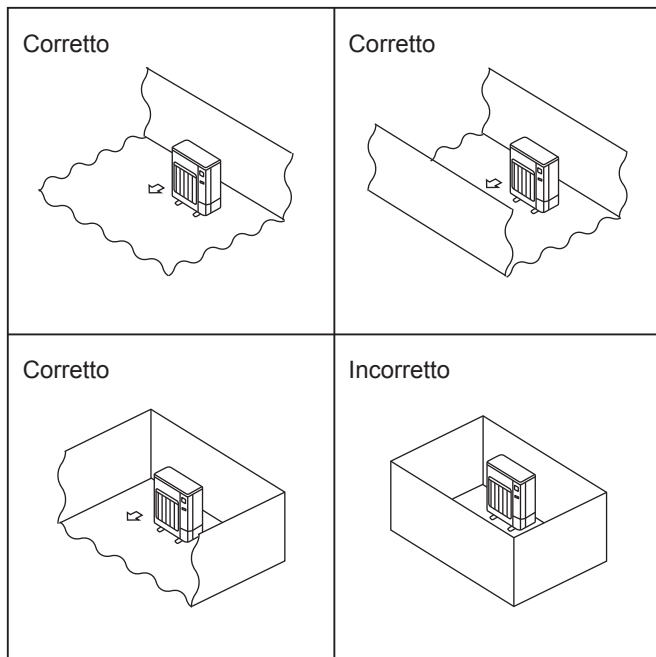

Fig. 2-2
- Ⓧ Installare unità esterne in un luogo in cui sia aperto almeno un lato su quattro e in uno spazio di grandezza sufficiente e privo di depressioni. (Fig. 2-2)